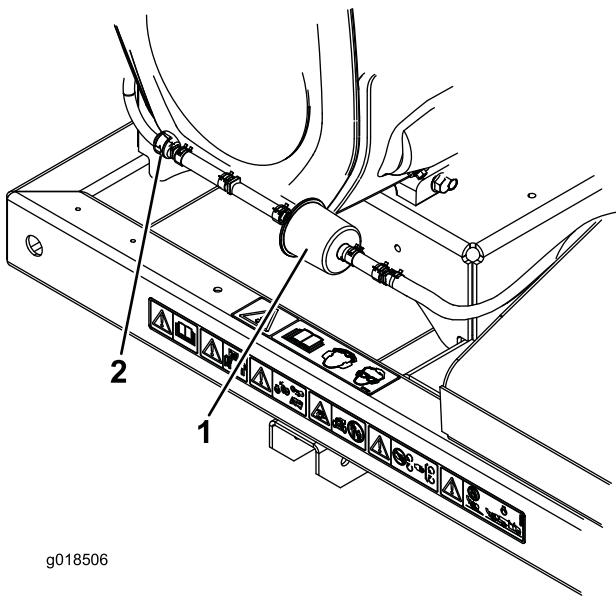

図 3
- カーボンキャニスター・ページラインフィルタの前後両側についているホースクランプをゆるめてフィルタから遠い位置に移す (図 3)。
- カーボンフィルタを外して捨てる (図 3)。
- 新しいフィルタをホースに取り付ける (フィルタについている矢印がチェックバルブの方を向くように取り付け、ホースクランプで元のように固定する (図 3))。